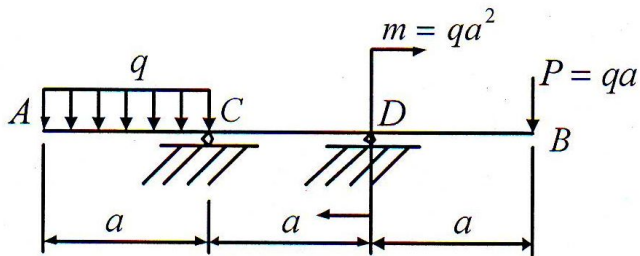

图 3-1
1. 如图 3-1 所示为一外伸梁的载荷图，试作出梁的剪力图和弯矩图。（15 分）